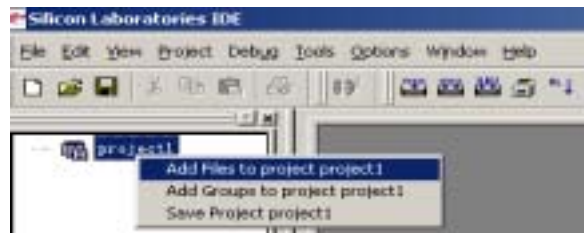

图5
- 6、用鼠标右键单击“Project1”,在出现的下拉菜单中点击“Add Files to project1”,为工程添加文件,如图5。